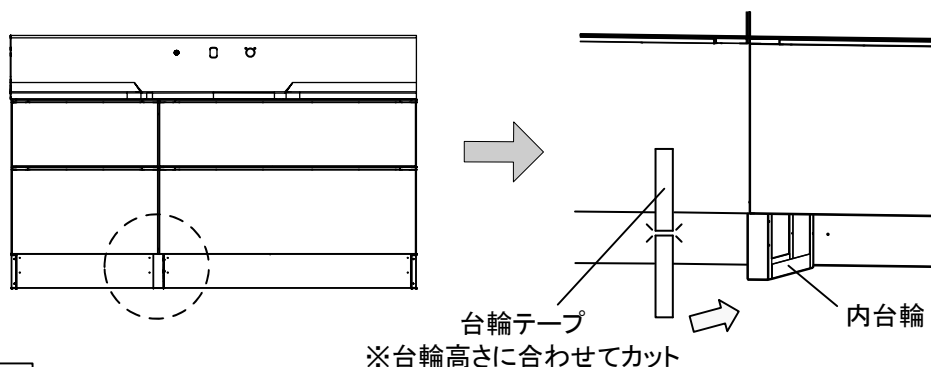

図3
- ③内台輪の前小口に、台輪テープを高さ寸法に合わせてカットして貼付ける。(図3)